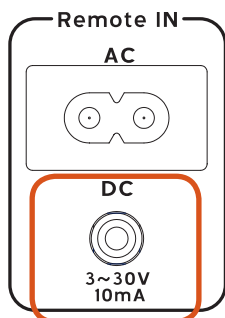

Fig. 4a
- A.** Ligue o cabo de controlo remoto DC (fornecido) na entrada que apresenta a indicação “ENTRADA DC” no painel traseiro da consola de alimentação. (Fig. 4a)